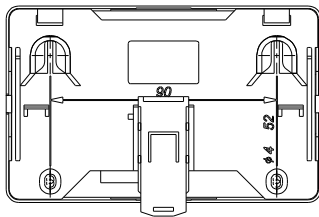

Рисунок 3
- в месте установки РМ-К просверлить два верхних отверстия под дюбели с шурупами диаметром 4 мм согласно установочным размерам (рисунок 3);